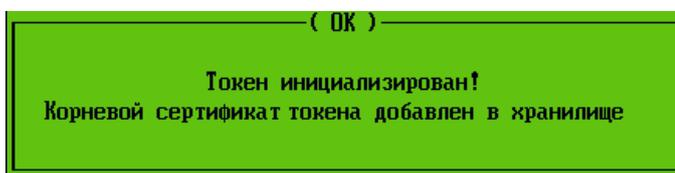
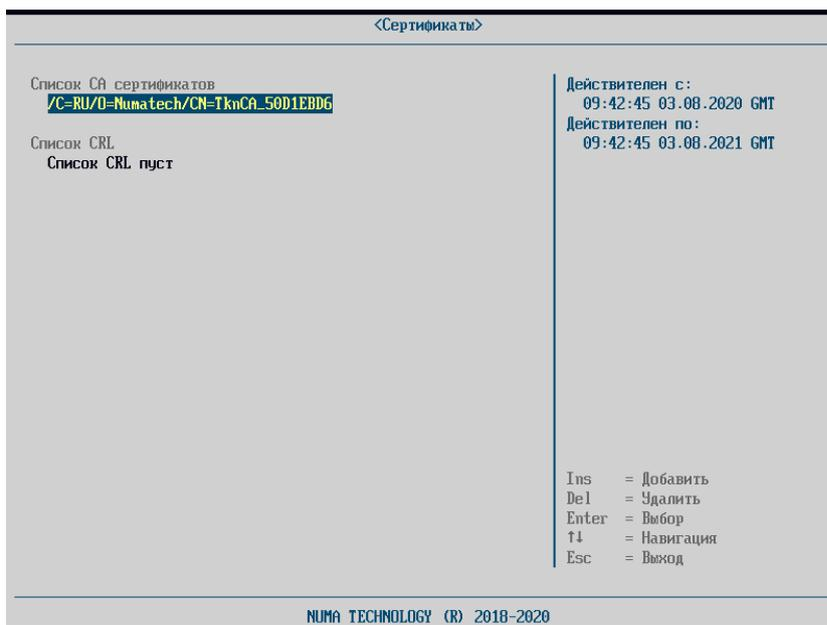

Рисунок 79 – Успешное завершение инициализации токена
Рисунок 80 – Сертификаты. СА сертификат инициализированного токена
- после успешной инициализации токена (см. рисунок 79) корневого сертификата данного токена автоматически будет добавлен в хранилище в меню «Сертификаты» (см. рисунок 80).